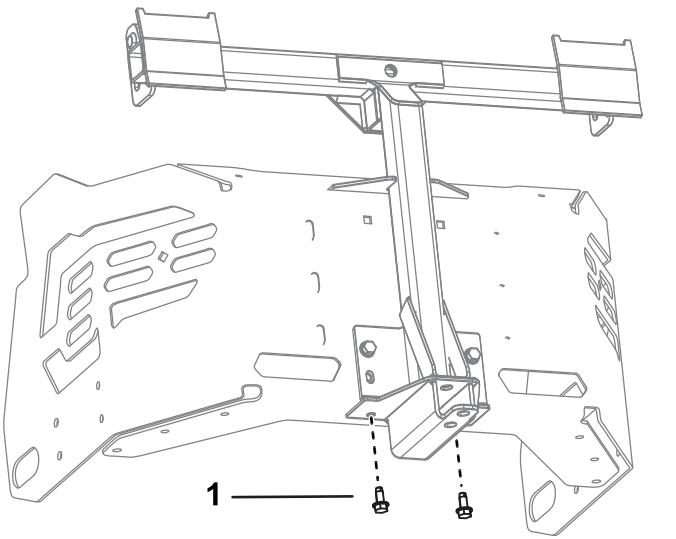

Figura 16
3. Skinite postojeća 2 samourezujuća vijka sa donjeg dela rama mašine (Figura 16).
5. Okrenite okretni ram nagore i pričvrstite ga za donji deo rama mašine pomoću 2 samourezujuća vijka (5/16 × $\frac{3}{4}$ ") kako je prikazano na Figura 16.